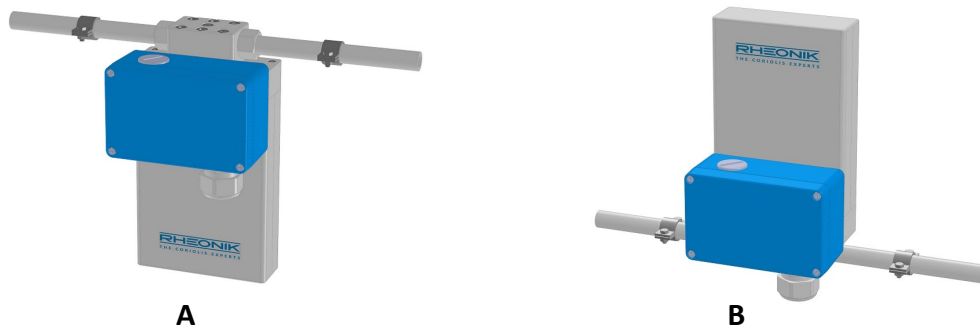

Abbildung 3: Montageposition für Flüssigkeit (A) und Anwendungen mit Feststoffpartikeln/Gasen (B)
- *Anwendungen mit Flüssigkeiten:* Bei Anwendungen mit Flüssigkeiten sollte der RHM-Sensor an einem tiefen Punkt im Rohrsystem installiert werden, wobei die Messrohre nach unten zeigen, sodass sich keine Gasblasen im Sensor ansammeln können. Das Vorhandensein von Gasblasen kann die Leistung des Sensors sowohl für die Massendurchfluss- als auch für die Dichtemessung beeinträchtigen. Siehe die empfohlene Ausrichtung in Abbildung 3 (A).
sodass sich keine Partikel im Sensor sammeln können. Siehe die empfohlene Ausrichtung in Abbildung 3 (B).
- *Anwendungen mit Gasen:* Bei Anwendungen mit Gasen sollte der RHM-Sensor an einem hohen Punkt im Rohrsystem installiert werden, wobei die Messschleifen nach oben zeigen, sodass sich kein Kondensat bilden oder andere Flüssigkeiten im Sensor ansammeln können. Siehe die empfohlene Ausrichtung in Abbildung 3 (B).